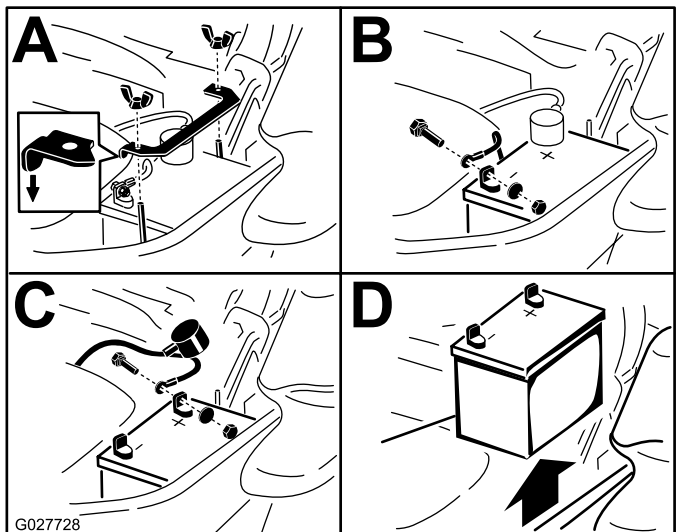

Figura 56
3. Retire la batería, según se muestra en Figura 56.
Nota: Coloque la batería en la bandeja, con los bornes frente al depósito de aceite hidráulico (Figura 56).